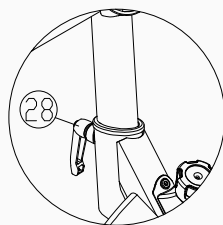

Figure 10
10. Réglez la hauteur de l'accoudoir à l'aide du bouton de réglage en forme de L (pièce 28). Plusieurs positions de hauteur sont disponibles; voir la figure 10.